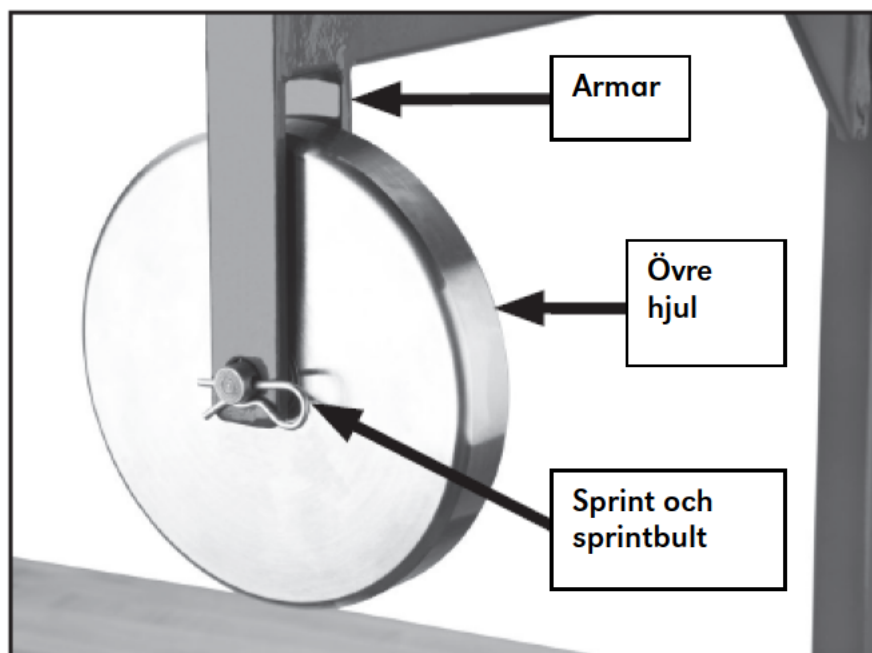

Bild 8. Övre hjulet på plats.
5. Placera det övre hjulet mellan ramens armar, för in det övre hjulets sprintbult genom armarna och hjulet och lås bulten med hårnålssprinten (se bild 8).